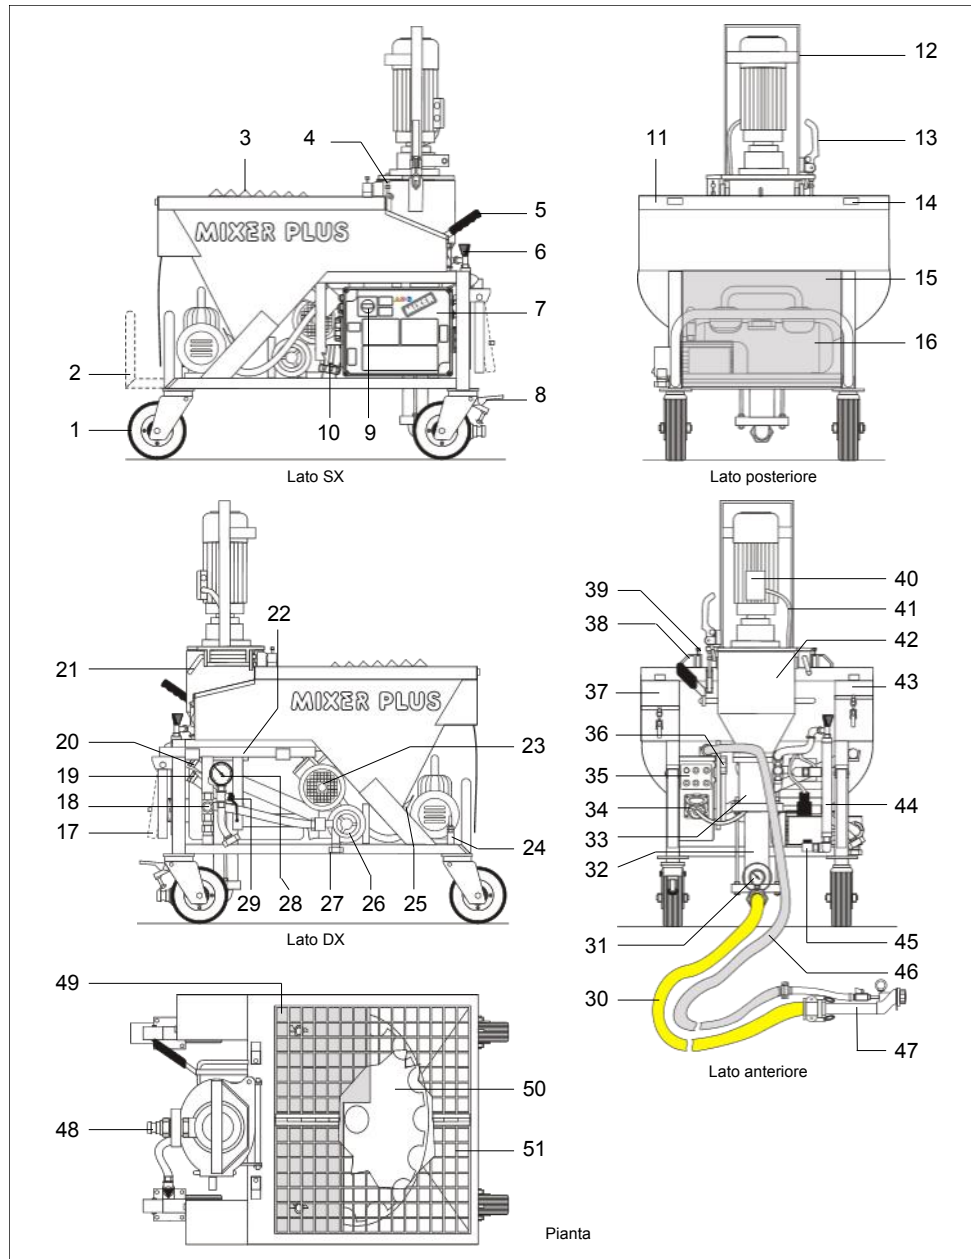

FIG.4 (Denominazione dei componenti)
In FIG.4 sono rappresentati e denominati i componenti principali che costituiscono la macchina.
**LEGENDA (FIG.4):**
PRIMA DI EFFETTUARE LO SCOLLEGAMENTO DEL TUBO TRASPORTO MATERIALE È OBBLIGATORIO ASSICURARSI CHE NON VI SIA PRESSIONE (V. MANOMETRO - FIG.4-RIF.31). ATTENZIONE ESISTE UN RISCHIO RESIDUO (V. PAR.6.6).